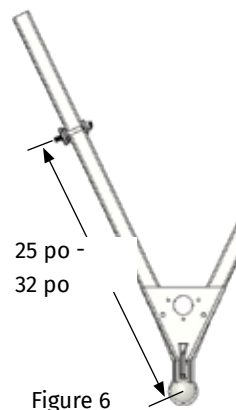

Figure 6
1. Installez les assemblages de barres entre 25 po et 32 po du centre du coupleur. (Figure 6) Cette étendue devrait vous permettre d'éviter la plupart des obstructions sur le timon de la remorque, comme les supports de batterie et des réservoirs à propane.